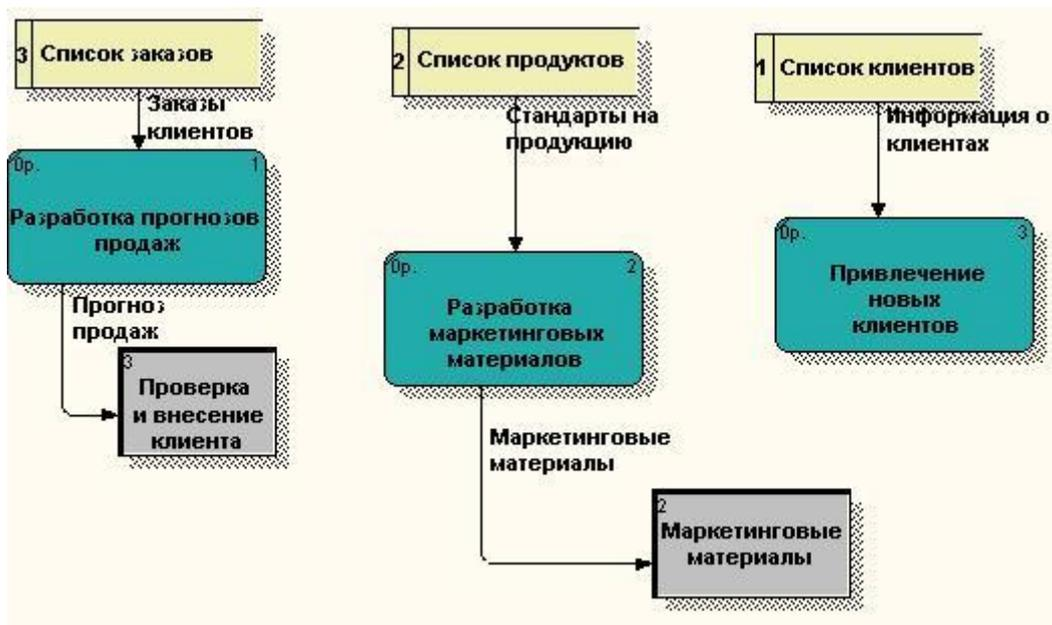

Рис.4. Диаграмма A22
4. Свяжите объекты диаграммы **DFD** стрелками, как показано на Рис.4.